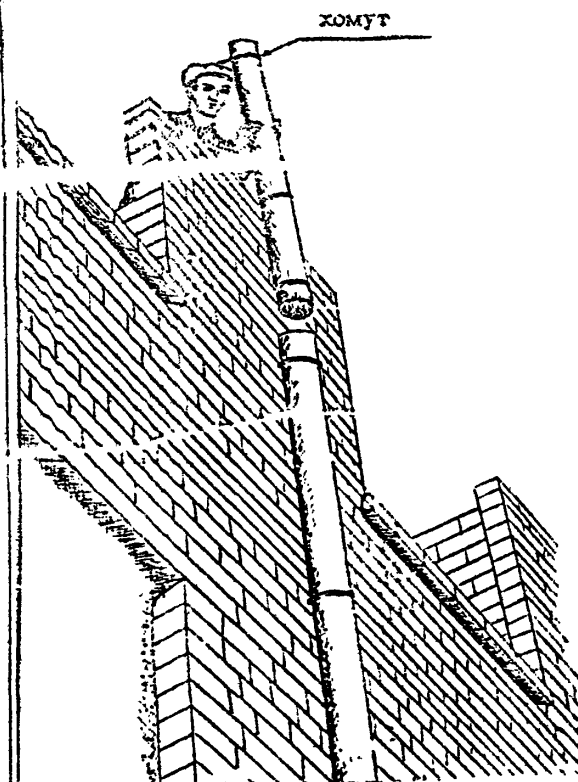

Рис.3. СБОРКА И НАВЕСКА ВОДОСТОЧНЫХ ТРУБ ОДНОВРЕМЕННО С ВОЗВЕДЕНИЕМ СТЕН ЗДАНИЯ.
- по мере возведения стен звенья труб вставляются в установленные, а хомут, надетый на трубу свободно передвигается по верхней части звена и по мере готовности кладки, закладывается в стену на заданной высоте /см, рис.3/.
2. Каменщик, работающий на участке установки трубы, надевает на секцию хомут и слегка зажимает его на трубе на расстоянии 12-15 см от верха секции, так, чтобы можно было передвигать хомут вверх или вниз для установки стержня хомута на верхний ряд выложенной стены. Устанавливает секцию на место и осаживает до упора ребра в ранее установленной секции, а стержень хомута кладет на верхний ряд кирпичей /блоков/, соблюдая вертикальность трубы и расстояние ее от стены /см, рис.3-и 4/.